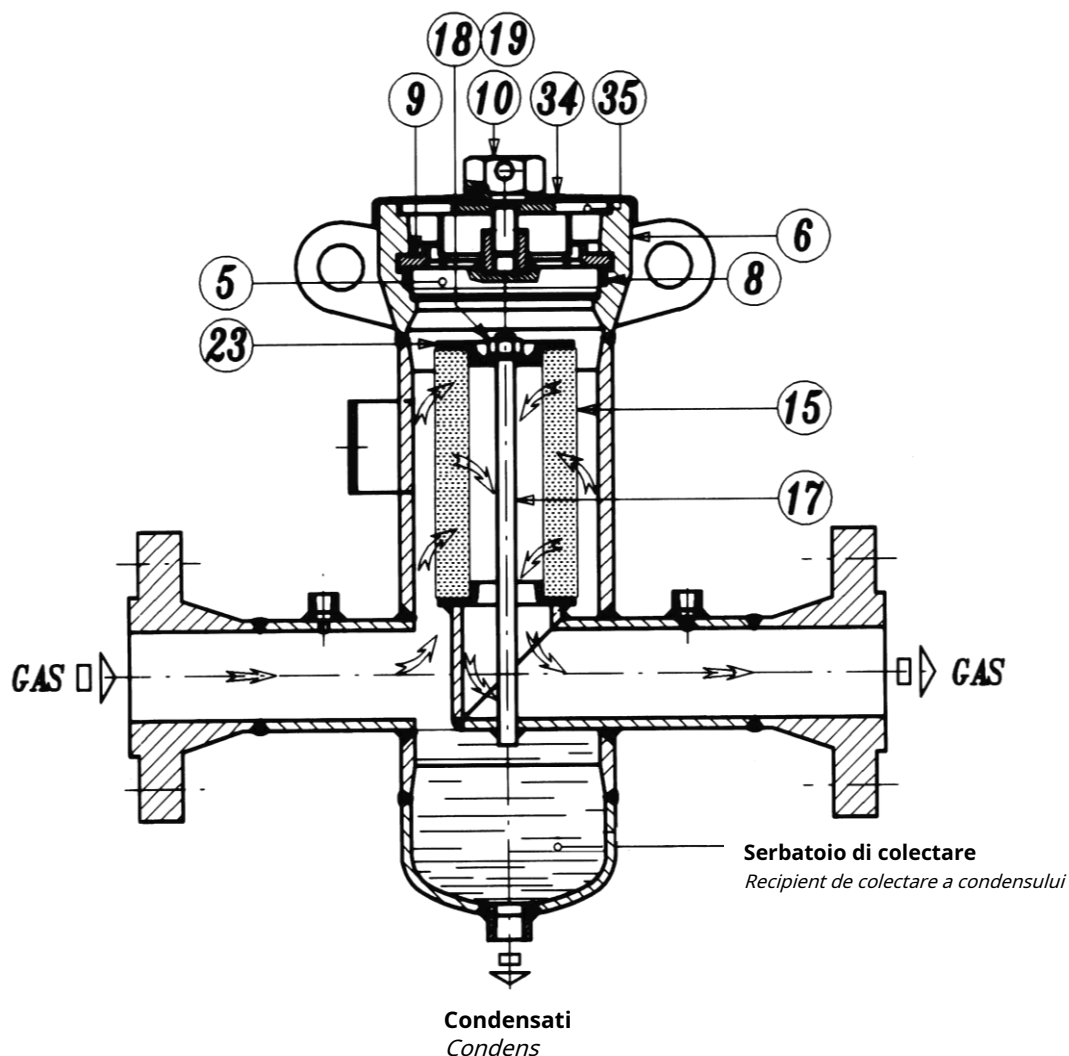

Fig. 6
- Slăbiți și îndepărtați piulița de fixare pos. 18 al suportului superior poz. 23 al cartușului de filtrare și scoateți-l.
- Remontați suportul superior poz. 23 și strângeți piulița de fixare pos. 18. Prinderea finală trebuie efectuată cu o cheie pentru a comprima pâslele suport.
- Remontați flanșa de închidere pos. 7 și strângeți șuruburile poz. 10
5.2.2 FILTRE CU CAP DE ÎNCHIDERE RAPIDĂ Fără braț de ridicare (fig. 6)